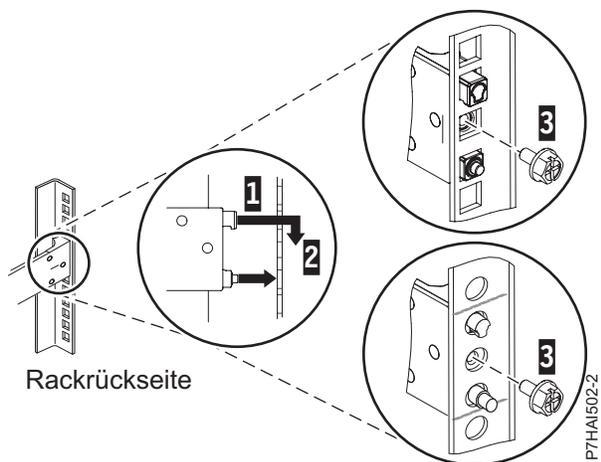

Abbildung 3. Stifte an den Bohrungen in der Rückseite des Racks ausrichten und in den Bohrlochern einrasten lassen
3. Richten Sie die zwei Stifte an der Rückseite der Schiene an den zuvor markierten oberen und unteren Bohrungen in der ausgewählten EIA-Einheit aus. Ziehen Sie die Schiene zu sich heran, um die zwei Stifte in die Rackbohrungen einzusetzen (1) und senken die Schiene ab (2), damit der hakenförmige obere Stift einrastet. Einzelheiten finden Sie unter Abb. 3 auf Seite 5. Stellen Sie sicher, dass die zwei Stifte aus den Rackbohrungen herausragen, bevor Sie mit dem nächsten Schritt fortfahren.